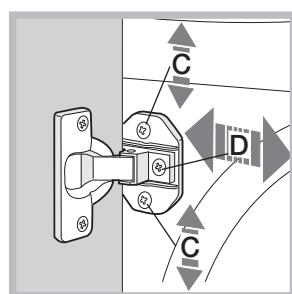

Fig. 7
- Regular a posição do painel de madeira nos sentidos vertical e horizontal, mediante os parafusos C e D, como indicado na fig. 7.